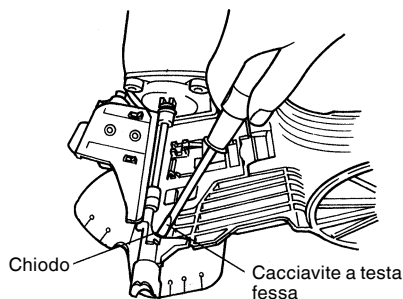

Fig. 19
- (2) Rimuovete il chiodo inceppato con un cacciavite. (Vedi Fig. 19)